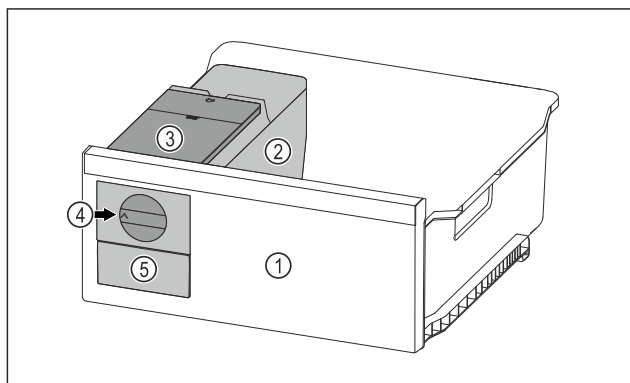

Fig. 155 Reprezentare exemplificatoare
- ▶ Rotiți butonul rotativ Fig. 155 (4) în sens orar până la opritor.
- ▷ Cuburi de gheață cad din tava pentru cuburi de gheață în sertarul pentru cuburi de gheață Fig. 155 (5).